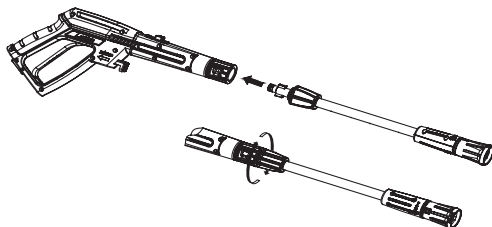

Рис. 12
2. Вставьте регулируемую форсунку в пистолет. Нажмите и поверните по часовой стрелке до жесткой фиксации (Рис. 12).